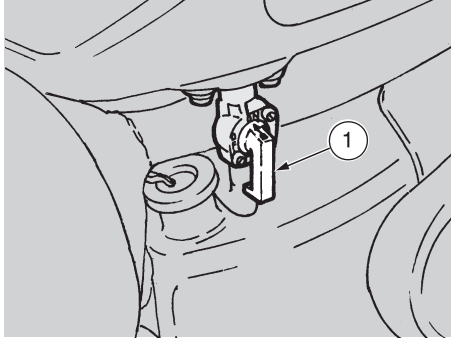

Fig. 21
- ◆ Ponga en posición "ON" la palanca grifo combustible (1-Fig. 21).